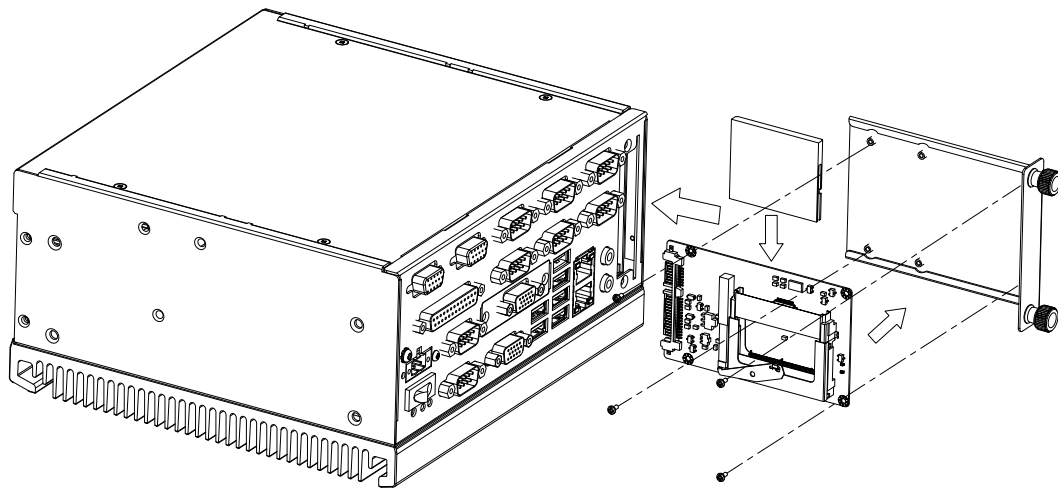

图 3.6: 安装、模组 CF 卡
2. 按照图 3.6 所示方向将 CF 卡插入插槽并安装 CF 加固盖。